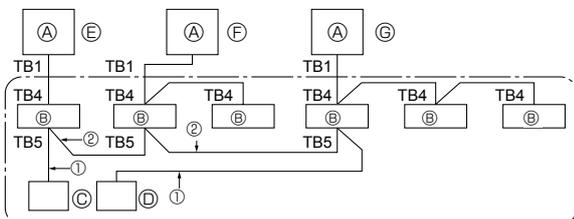

Fig. 9-1
- Поскольку прибор автоматически останавливается через приблизительно две- три минуты после процедуры восстановления хладагента (индикаторы LED1 и LED2 горят), необходимо быстро закрыть запорный клапан газа. Пока индикаторы LED1 и LED2 горят и наружный прибор остановлен, полностью откройте запорный клапан жидкости и через 3 минуты повторите шаг ②.
9. Управление системой (Fig. 9-1)